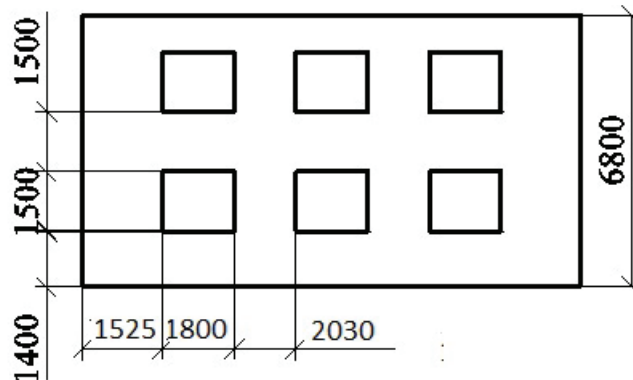

Рис. 3.2.7. Размеры и расположение оконных проемов на главном фасаде
2) Начертим на построенной модели стен контур одного окна с размерами 1800×1500 мм, расположенного в левом нижнем углу фасада, как показано на рис. 3.2.7.